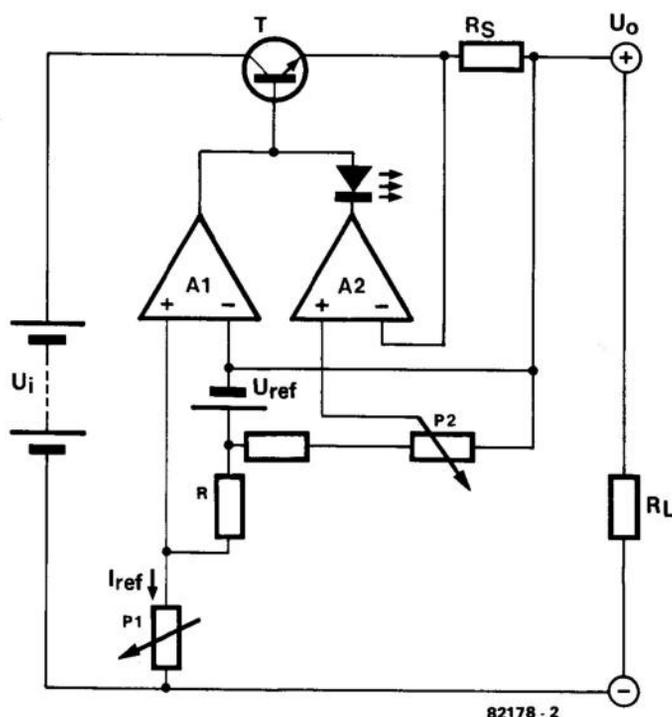

Bild 2. Blockschaltbild des Labornetzteils. Das Prinzip stimmt mit Bild 1d überein, allerdings wurde noch die Strombegrenzung hinzugefügt.
Das Blockschema in Bild 2 hat schon viel mehr Ähnlichkeit mit der endgültigen Schaltung des Labor-Netzgeräts. Der "Leistungs-OpAmp" besteht nämlich aus einem "normalen" OpAmp (A1) und einem nachgeschalteten Leistungstransistor (T). Die Stromquelle - U_{ref} und R - und das Poti zur Einstellung der Ausgangsspannung (P1) sind genau so angeschlossen wie in Bild 1d bereits gezeigt. Außerdem enthält das Blockschema eine Strombegrenzungsschaltung mit A2. Der Widerstand R_S in der Emitterleitung von T bildet in diesem Fall den "Stromfühler". Die Spannung über diesem Widerstand ist nämlich ein Maß für den fließenden Laststrom. A2 vergleicht die Spannung über R_S mit